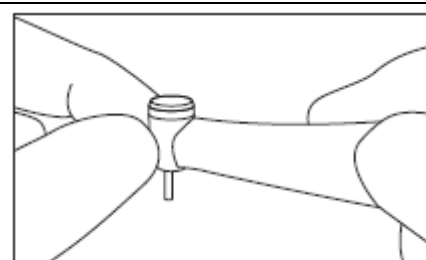

Рис.5
- 5) После полной остановки вращения мотора наконечника, проверьте головку наконечника на предмет избыточного нагрева (Рис. 5).